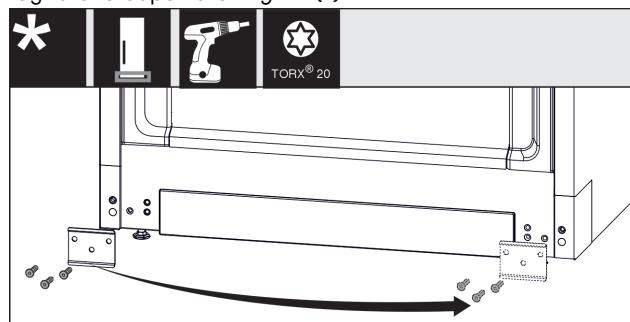

Fig. 13
- Svitare la lamiera, spostarla sull'altro lato e riavvitarla. Fig. 13 (1)